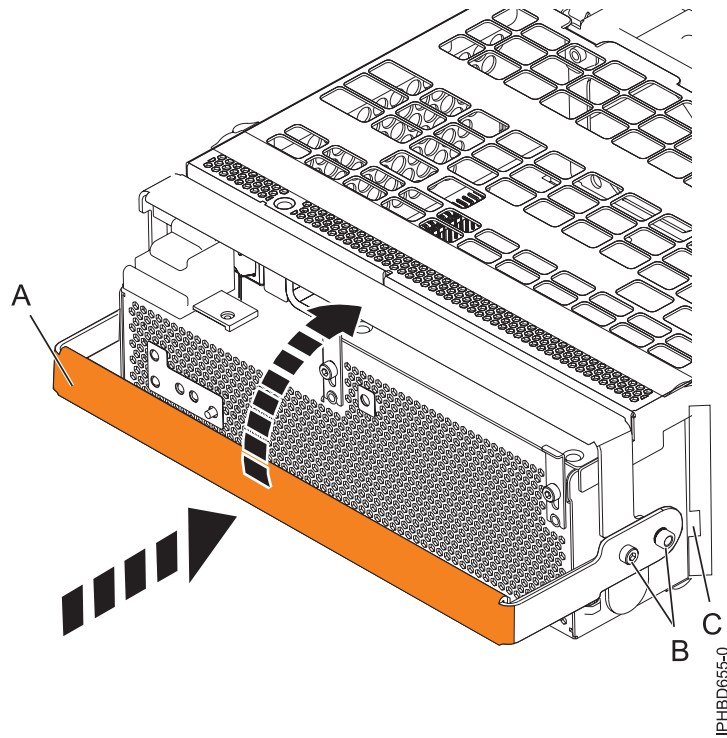

Figure 16. Remplacement d'une alimentation électrique
6. Pour remplacer l'alimentation électrique, avec la poignée de verrouillage (**A**) en position ouverte, insérez l'alimentation électrique dans l'unité d'extension comme indiqué à la figure 16, à la page 20.